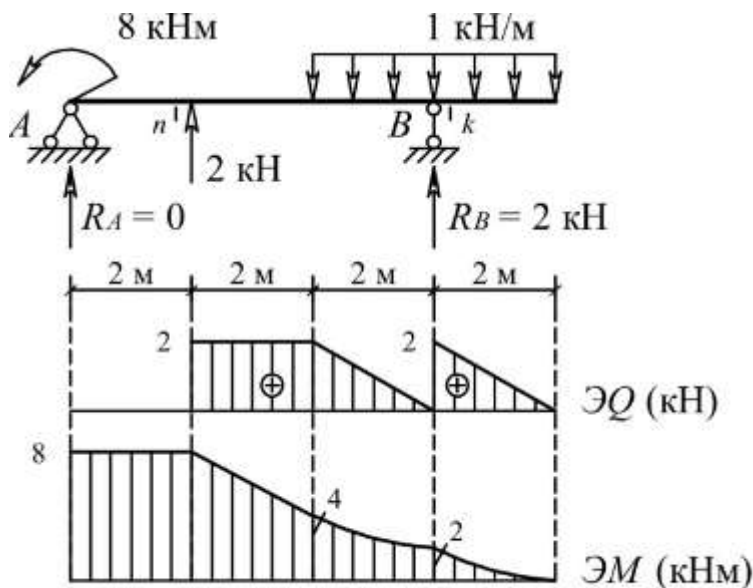

Рис. 13.26
5.1 Эпюры внутренних силовых факторов (рис. 13.26).